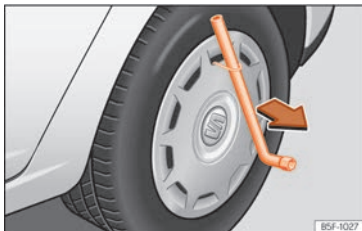

Fig. 35 Retire o tampão integral.
- Introduza a chave de roda através do gancho, apoie-a no pneu e retire o embelezador »» Fig. 35.